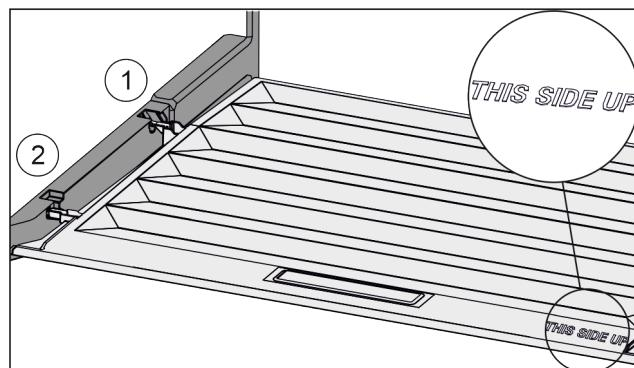

Fig. 69
- Výstupky víka zavedte do zadních držáků Fig. 69 (1) a vpředu zaklesněte do držáku Fig. 69 (2).